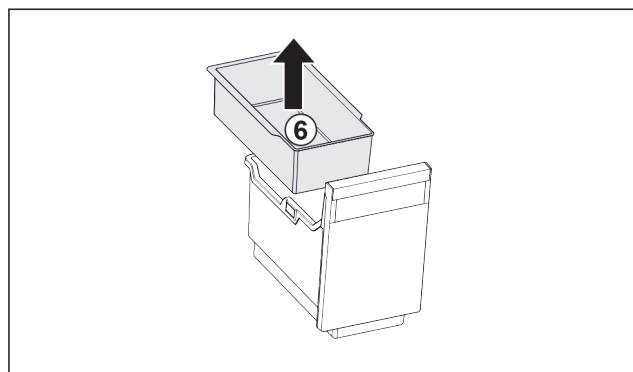

Fig. 124
- ▶ Wyjąć półkę zawieszaną Fig. 124 (6).